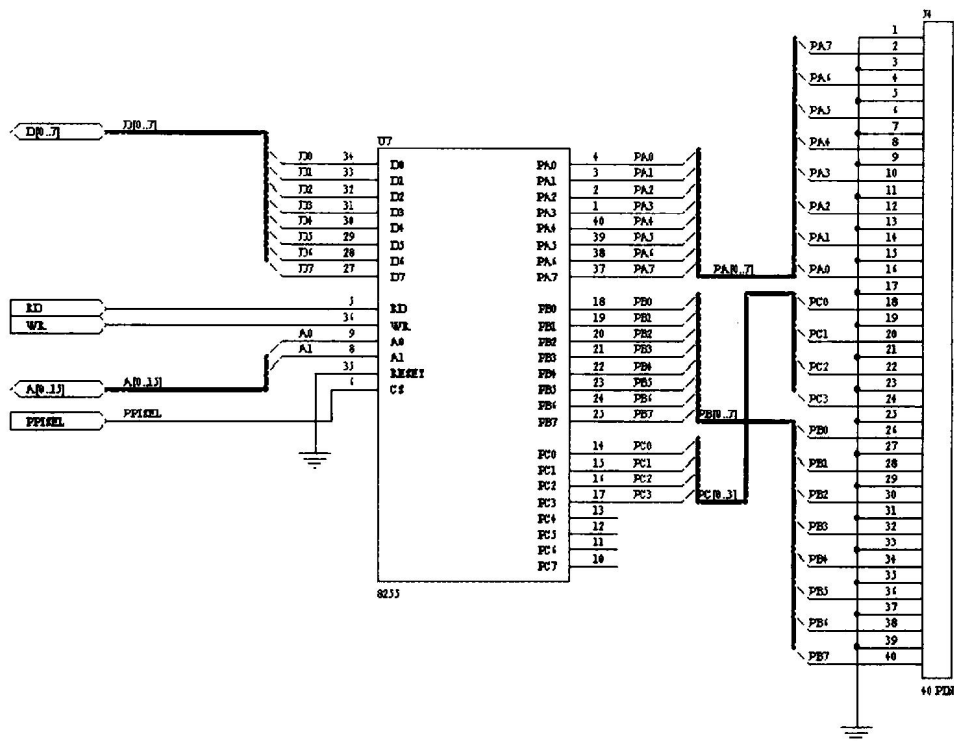

图1-1 原理图设计实例
- 原理图设计系统 (Schematics)：它主要用于电路原理图的设计，为印制电路板的制作做准备工作。图 1-1 所示就是一个 Protel DXP 的原理图设计实例。